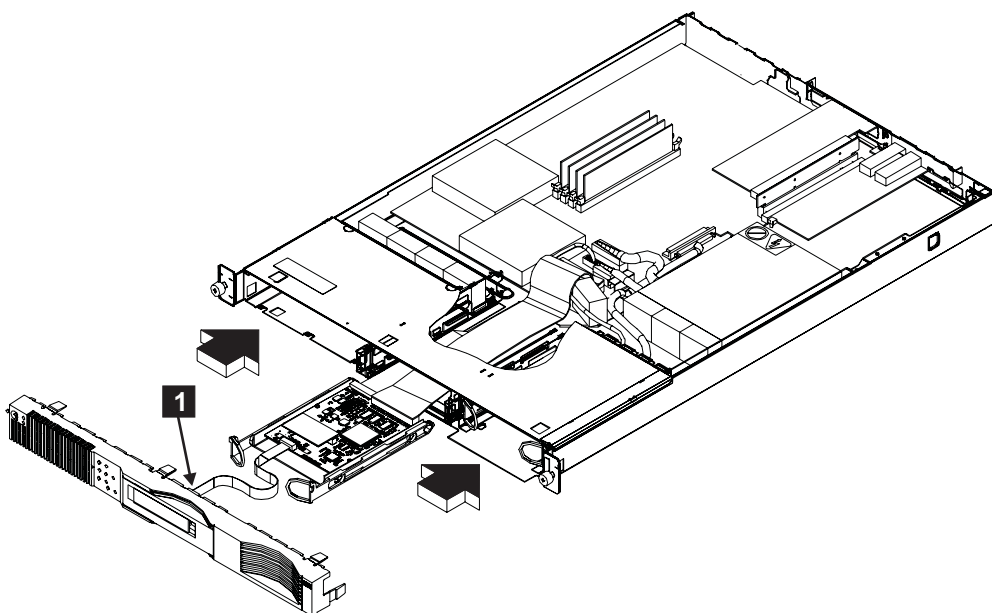

図 34. フロント・パネルの交換
1. ケーブル**1**をフロント・パネルに接続します。図 34 を参照してください。